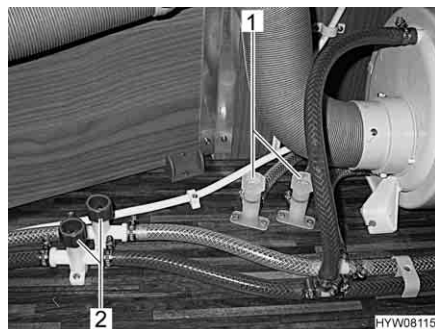

Fig. 96 Rubinetti di scarico per scaldacqua
- Spegner l'interruttore di comando (Fig. 96,1). La spia di controllo (Fig. 95,2) nell'interruttore non si accende.
- Chiudere tutti i rubinetti di scarico. Ruotare i coperchi (Fig. 96,1 e 2) in senso orario.
- Aprire tutti i rubinetti di scarico. A tal fine ruotare i coperchi (Fig. 96,1 e 2) in senso antiorario.